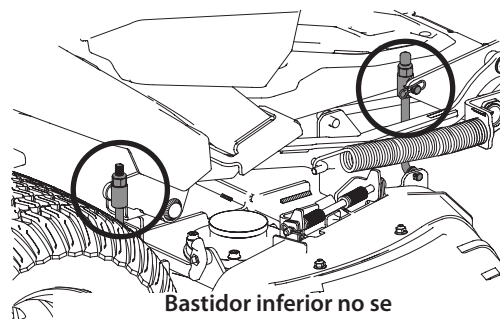

Figura 42
5. Ubique los pernos de ajuste arriba de las varillas de elevación de la plataforma del lado izquierdo y derecho de la plataforma. Hay uno de cada lado en el frente de la plataforma entre la plataforma y el tubo del bastidor inferior, y uno a cada lado de la parte trasera de la plataforma cerca del frente de la rueda trasera. Consulte la Figura 42.